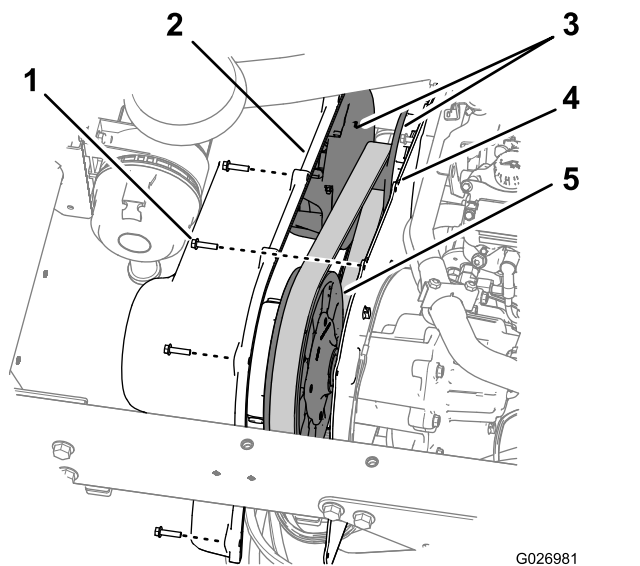

Рисунок 72
1. Выверните 9 болтов с шестигранными головками с буртиком (1/4 x 1 дюйм), которые крепят крышку коробки передач к монтажной пластине коробки передач (Рисунок 72).
- Совместите отверстия в крышке коробки передач с отверстиями в монтажной пластине (Рисунок 72).
- Прикрепите крышку к монтажной пластине (Рисунок 72) с помощью 9 болтов с шестигранными головками с буртиком (1/4 x 1 дюйм), снятых при выполнении пункта 1, и затяните болты с моментом от 10,2 до 12,4 Н·м.